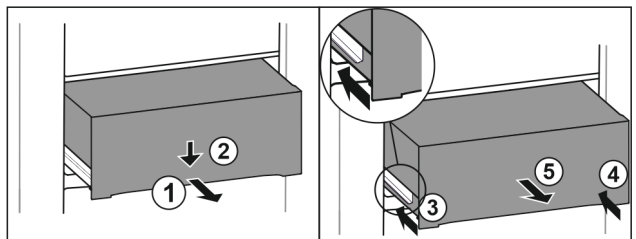

Fig. 120
- ▶ Extraiga el cajón hasta la mitad. Fig. 120 (1)
- ▶ Presionar hacia abajo el cajón de la parte delantera. Fig. 120 (2)
- ▶ Introducir el carril izquierdo unos 2 cm. Fig. 120 (3)
- ▶ Introducir el carril derecho unos 2 cm. Fig. 120 (4)
- ▶ Extraiga el cajón hacia adelante. Fig. 120 (5)